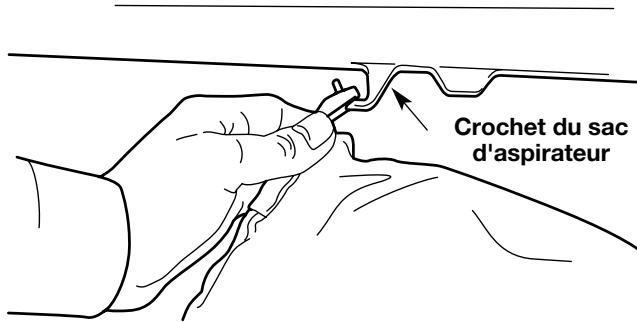

Fig. 3
1. Fixez le sac d'aspirateur à son crochet, sur le tube de souffleur/aspirateur (Fig. 3).